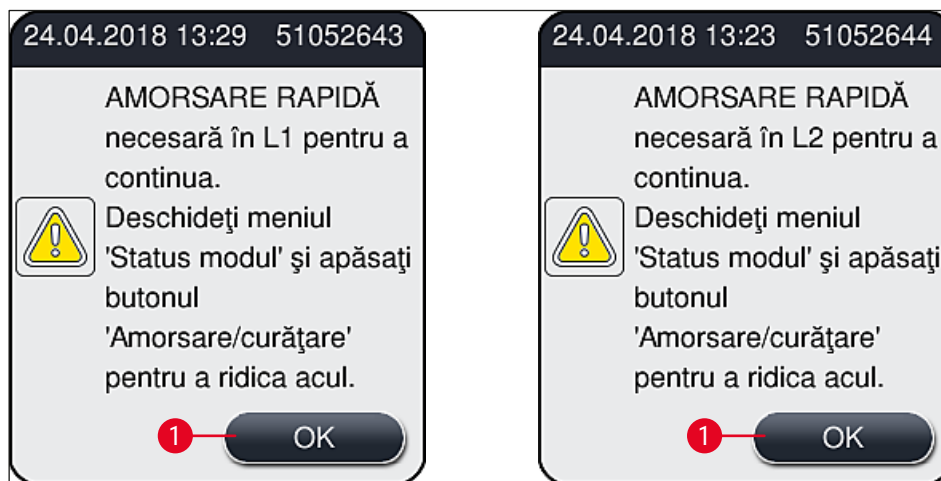

Fig. 51
- ① După încheierea fazei de inițializare, pe ecran apare Meniul principal (→ Fig. 19), iar utilizatorul este informat (→ Fig. 51) că este necesară o **Amorsare rapidă** pentru linia de lamele aflată în utilizare. Confirmați mesajul prin apăsarea **OK** (→ Fig. 51-1) și urmați instrucțiunile care urmează (→ P. 122 – 7.3 Pregătirea sistemului de furtunuri pentru amorsare și curățare).